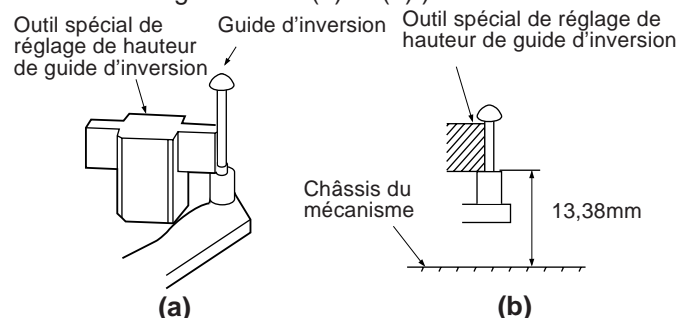

Figure 4-28.
1. Réglez la hauteur entre le châssis du mécanisme et le bord inférieur du guide d'inversion soit égale à 13,38 mm; utilisez l'outil spécial de réglage de hauteur de guide d'inversion, la cassette étant chargée. (Reportez-vous aux figures 4-28 (a) et (b).)